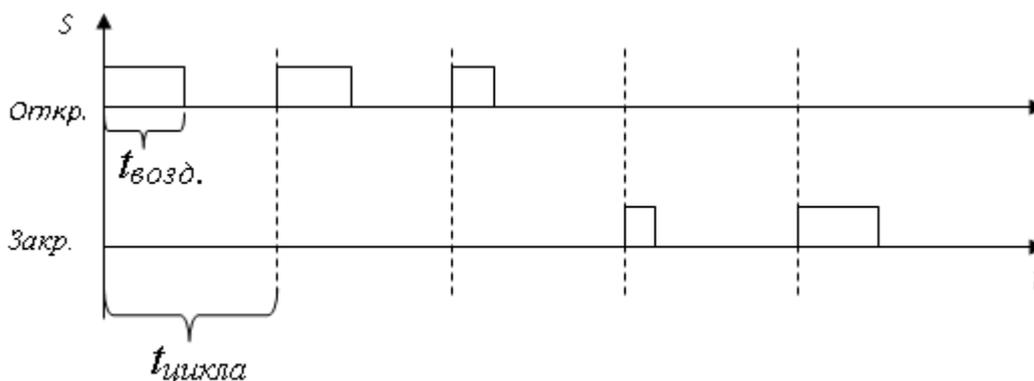

Рисунок 8
- Сигнал на выходе регулятора определяется величиной  $S$  (рисунок 8).